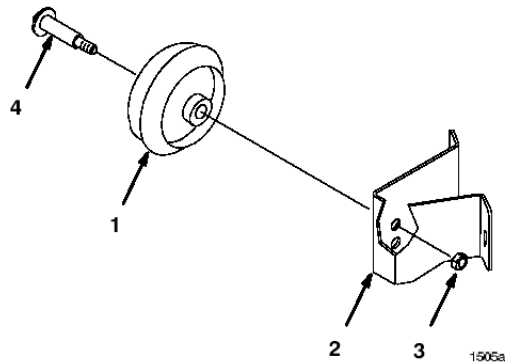

图6
1、用轮螺栓和3、8—16锁紧螺母(图6)将轮子装上。在两侧用相同的孔位高度。参见调节剪草机轮胎。